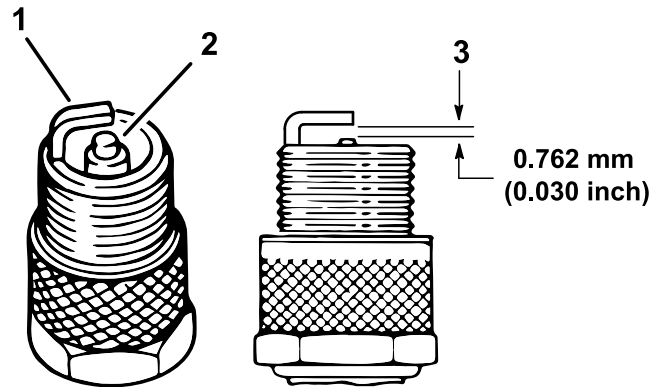

Figure 29
1. Examinez le centre des bougies (Figure 29).
3. Contrôlez l'écartement entre l'électrode centrale et l'électrode latérale (Figure 29).
Remarque: Courbez l'électrode latérale (Figure 29) si l'écartement est incorrect.
3. Rebranchez le fil de chaque bougie (Figure 29).